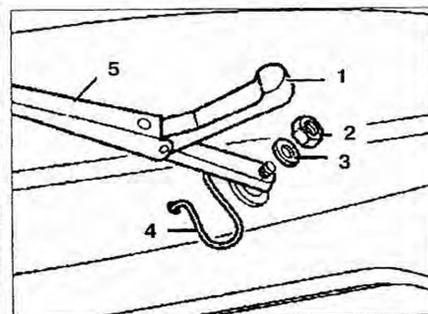

Рис. 8.14. Рычаг стеклоочистителя:
2. Откройте крышку 1 и отсоедините трубку 4 (рис. 8.14).